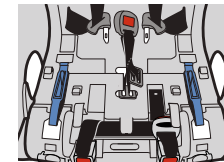
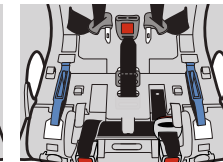

Figure 15
Figure 16
- Prenez la partie la plus longue de la sangle d'entrejambe et insérez-la dans la fente de la Sangle d'Entrejambe extérieure, tel qu'illustré dans la **Figure 15**. Assurez-vous que le bouton de déverrouillage rouge de la boucle fait face à l'extérieur du siège, tel qu'illustré dans la **Figure 16**.